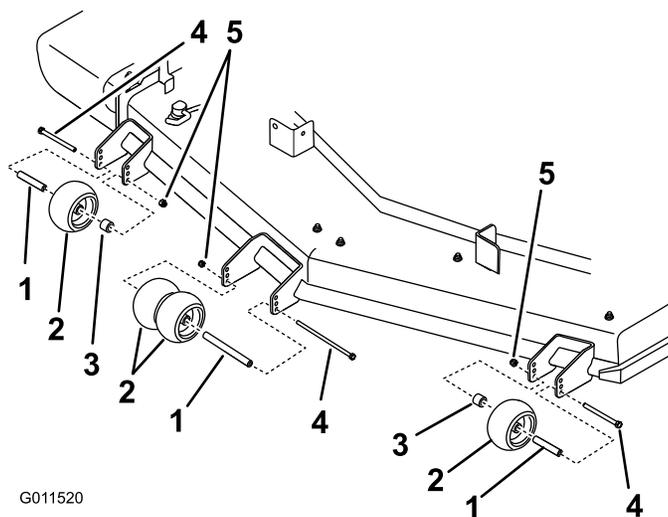

Figure 26
- Retirez l'écrou et le boulon, montez les galets anti-scalp et remettez en place l'écrou et le boulon. Veillez à monter les entretoises et les bagues comme illustré (Figure 26).